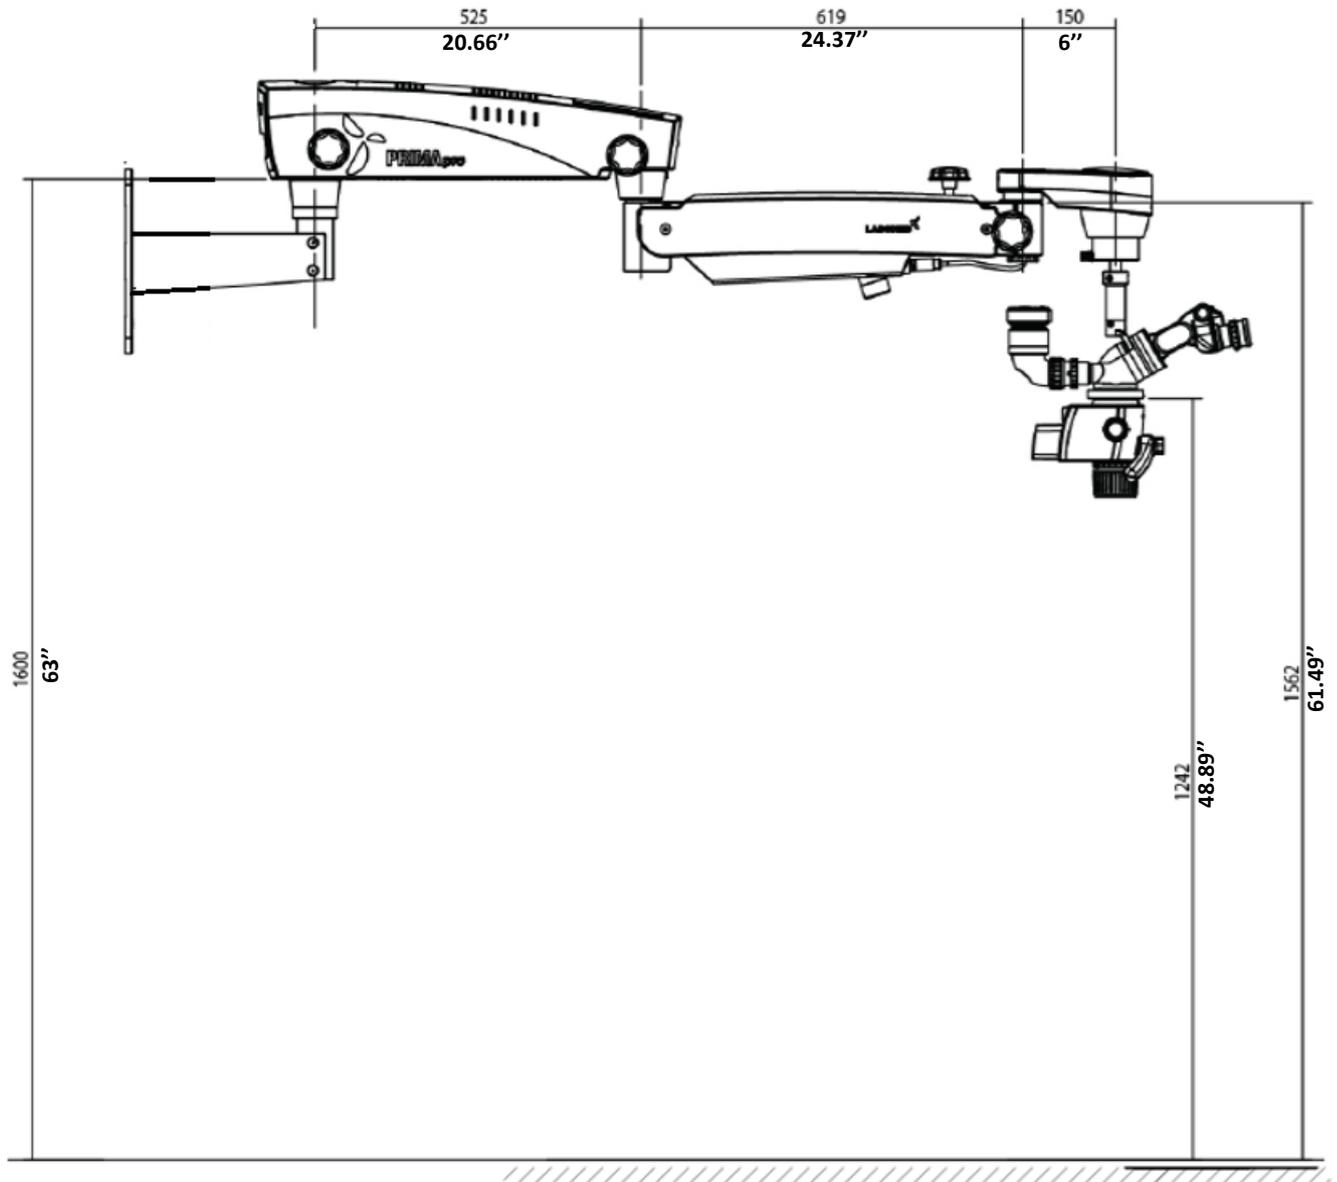

Abb. 14
- C. Abstand vom Boden – Siehe geeignete Höhe gemäß bestellter Konfiguration aus Abbildung 14.